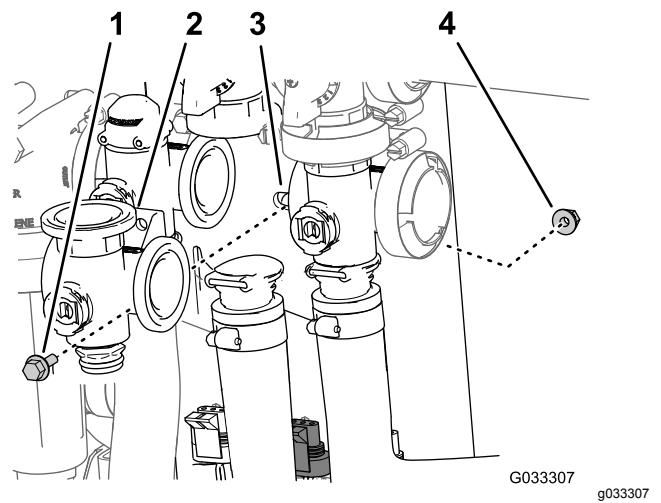

Figure 65
3. Retirez le boulon à embase et le contre-écrou à embase qui fixent la vanne d'agitation au support, puis déposez le collecteur de la machine (Figure 65).